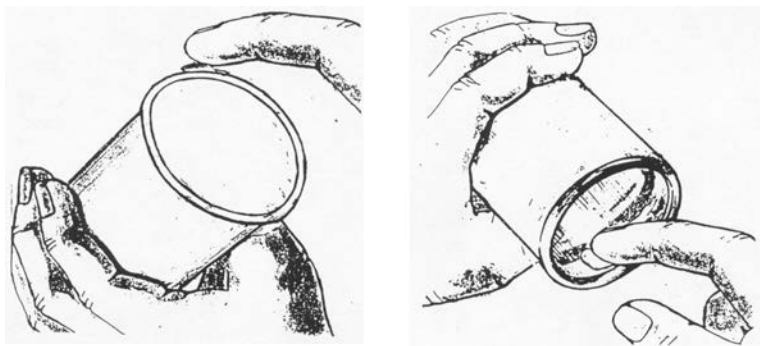

Рис.10
- на внутреннюю поверхность на глубину не менее 2 - 3 см. (Рис.10).